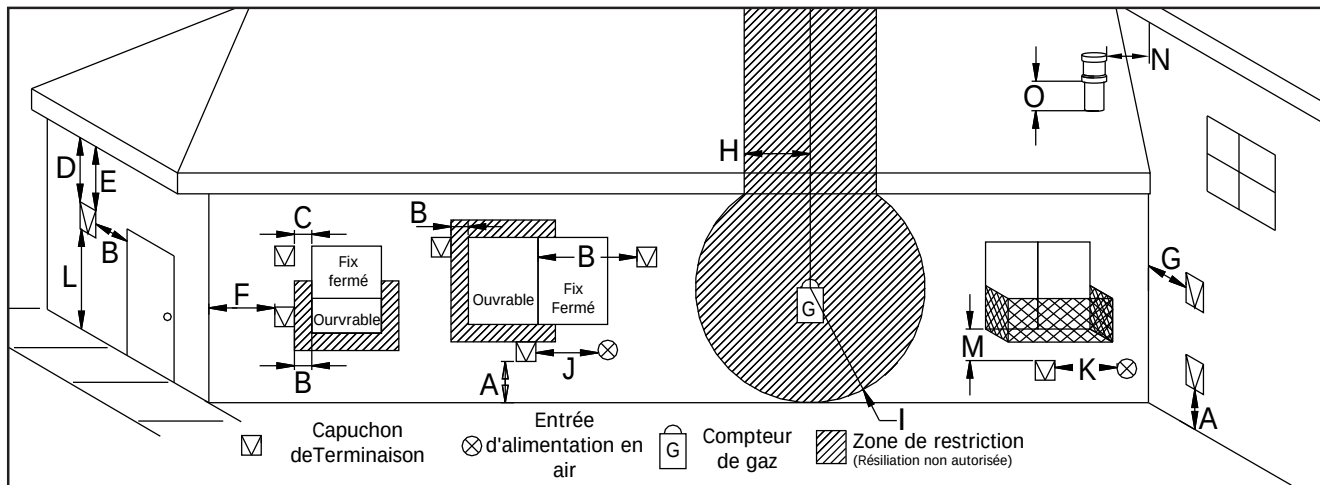

Figure 46: Restrictions de terminaison d'évent, référence à Tableau 5.
- ÉTAPE 3.** Avec le tuyau dans la position correcte et fixé au foyer, marquez le mur pour un trou carré de 25,4 cm (10 pouces) x 25,4 cm (10 pouces) (voir la Figure 46). Le centre du trou doit correspondre à la ligne centrale du tuyau horizontal. Découpez et encadrez le trou dans le mur extérieur où se terminera la ventilation. Si le mur traversé est fait d'un matériau incombustible (maçonnerie ou béton, par exemple), un trou de 17,8 cm (7 pouces) est acceptable.